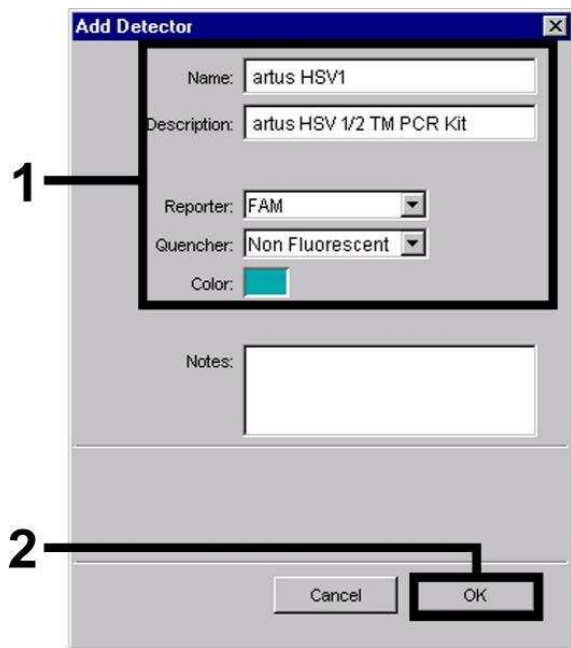
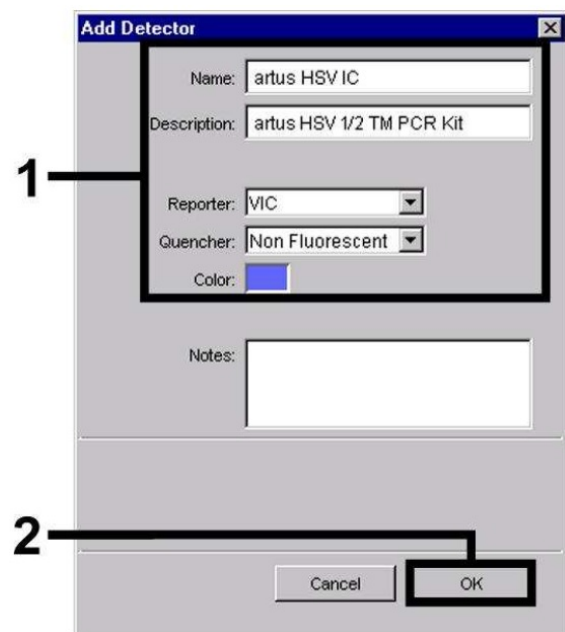

Fig. 12: De HSV-1-specifieke detector aanmaken (*Detector Manager*).
Fig. 14: De IC-specifieke detector aanmaken (*Detector Manager*) voor HSV-1/HSV-2.
Voor de detectie van HSV-1-DNA en HSV-2-DNA definieert u in het nieuwe venster de reporter/quencher-combinatie FAM/niet-fluorescerend of NED/niet-fluorescerend. Voor de detectie van de *Internal Control* selecteert u de combinatie VIC/niet-fluorescerend (zoals weergegeven in fig. 12 – fig. 14). Door de invoergegevens te bevestigen (OK) keert u terug naar de *Detector Manager*. Markeer de nieuw aangemaakte detectoren en breng iedere selectie over naar het niveau *Setup* door te klikken op de optie *Copy to Plate Document*